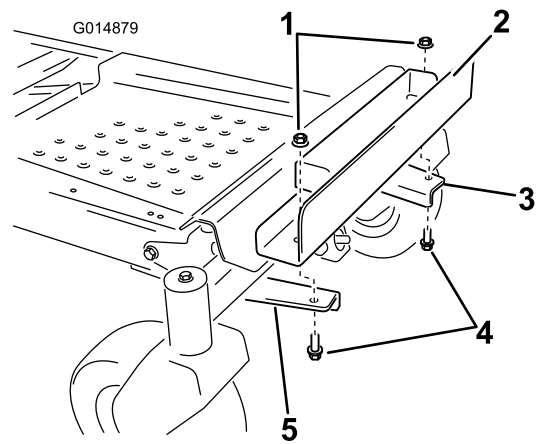

Figura 8
6. Montate la staffa della zavorra sulle staffe di montaggio, allineando i fori esterni della staffa alle staffe di montaggio precedentemente installate (Figura 8).
7. Fissate la staffa della zavorra con 2 bulloni ($\frac{3}{8}$ " x 1") e 2 dadi di bloccaggio ($\frac{3}{8}$ "). Figura 8